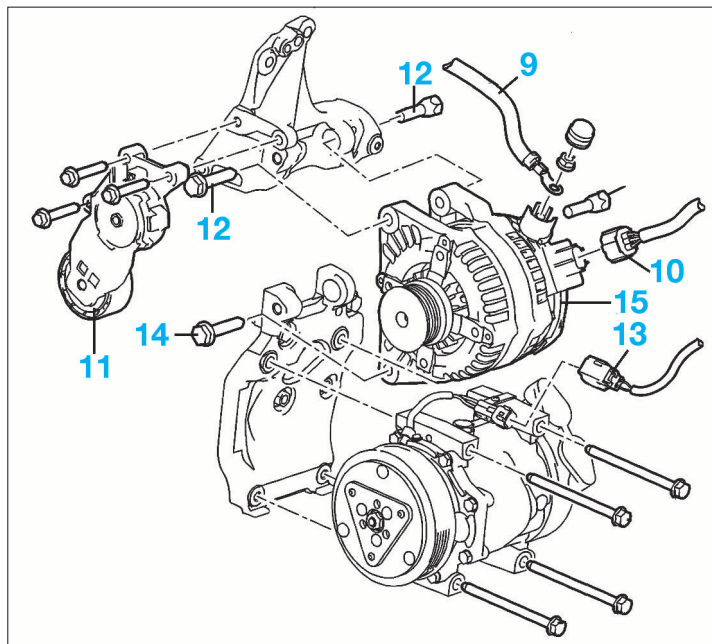

FIG. 5
- le collier (4) de fixation de tuyau d'échangeur thermique.
- le tuyau d'admission (5) du papillon d'air d'admission.
- la vis de fixation (6) du papillon d'air d'admission.
- le papillon (7) d'air d'admission et le tuyau (8) d'admission de collecteur.
- le câble batterie (9) de l'alternateur (Fig.5).
- le connecteur de l'alternateur (10).
- le galet tendeur (11) de l'alternateur.
- les vis de fixation supérieure (12) d'alternateur.
- Débrancher le connecteur du compresseur de climatisation (13) (si équipé).